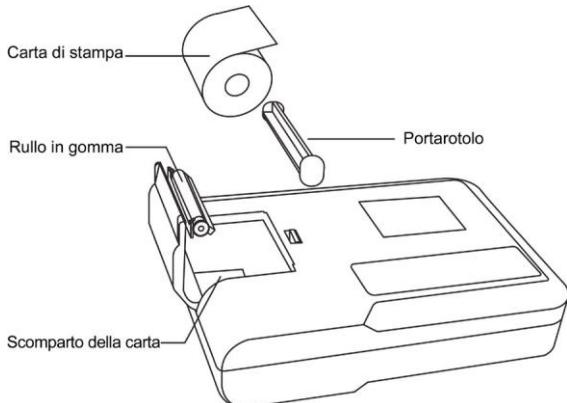

Figura 6-1 Installazione della carta di stampa
1. Come mostrato nella Figura 6-1, aprire il coperchio dello scomparto della carta, estrarre il portarotolo, inserirlo nel rotolo di carta come mostrato in figura. Rivolgere la griglia della carta termica verso il basso, quindi installare il nuovo rotolo nella posizione corretta all'interno dello scomparto della carta.